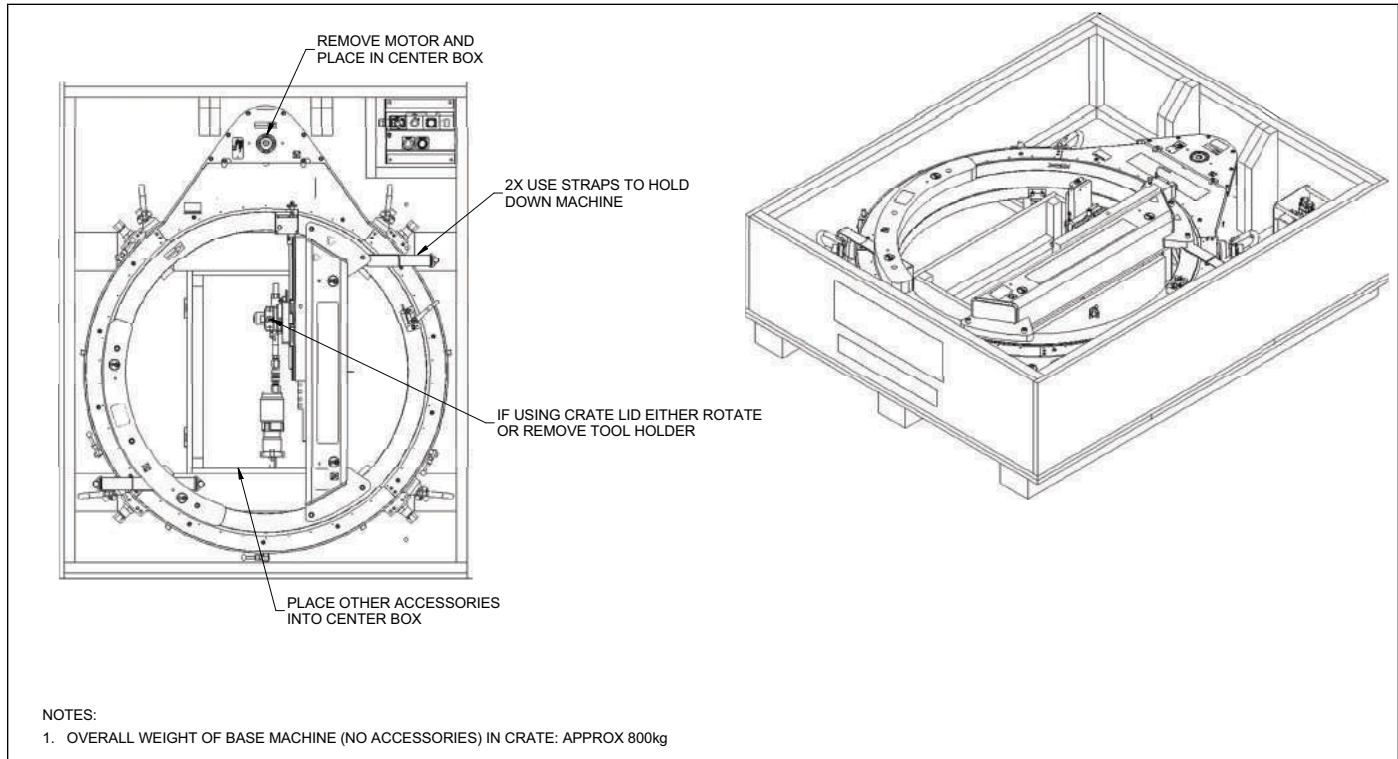

ABBILDUNG 6-1. ODF40 TRANSPORTKISTE
7. Lagern Sie die ODF40 Flanschdrehmaschine in ihrem Original-Transportbehälter (siehe Abbildung 6-1).
Die ODF40 Flanschdrehmaschine kann in ihrem original Transportbehälter transportiert werden, wie es in Abbildung 6-1. gezeigt wird.